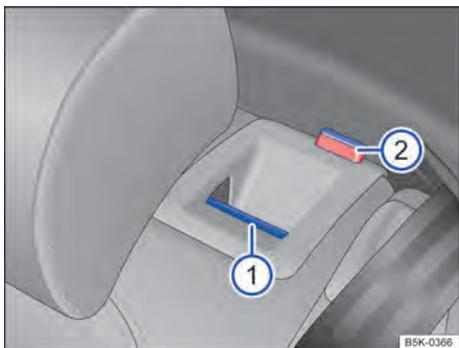

Fig. 67 No encosto do banco traseiro: botão de destravamento.
- Puxar o botão de destravamento → Fig. 67 ❶ para frente e, ao mesmo tempo, rebater o encosto do banco traseiro para frente.
- A respectiva parte de encosto do banco traseiro estará destravada quando a marcação vermelha → Fig. 67 ❷ estiver visível.
- A marcação vermelha → Fig. 67 ❷ não pode mais estar visível.